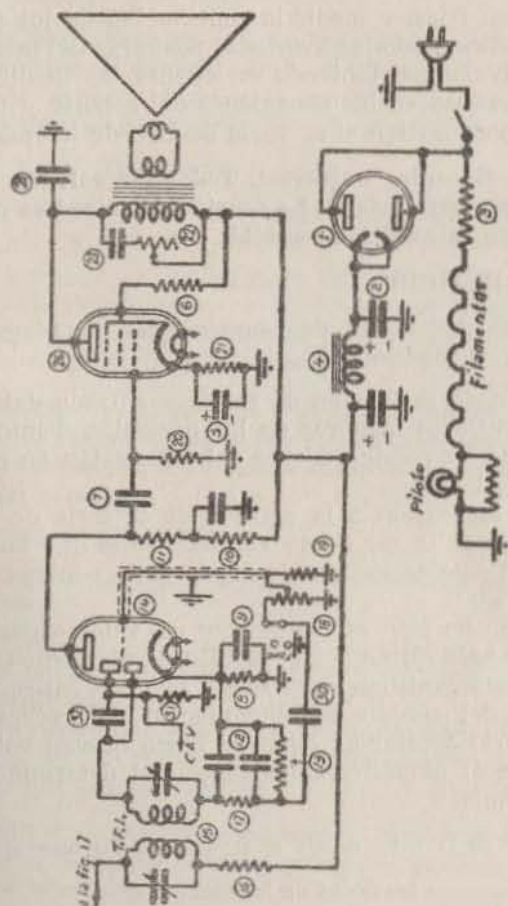

Fig. 15.—Funciona mal en fonocaptor. Averías en el paso final y en el preamplificador.
**Averías en la unidad de alimentación y sección de baja frecuencia del receptor (fig. 15)**
**CAUSA Y REMEDIO****163.—Falta de excitación del altavoz (fig. 15).**
**CAUSA Y REMEDIO****164.—Condensador de cátodo averiado (fig. 15).**